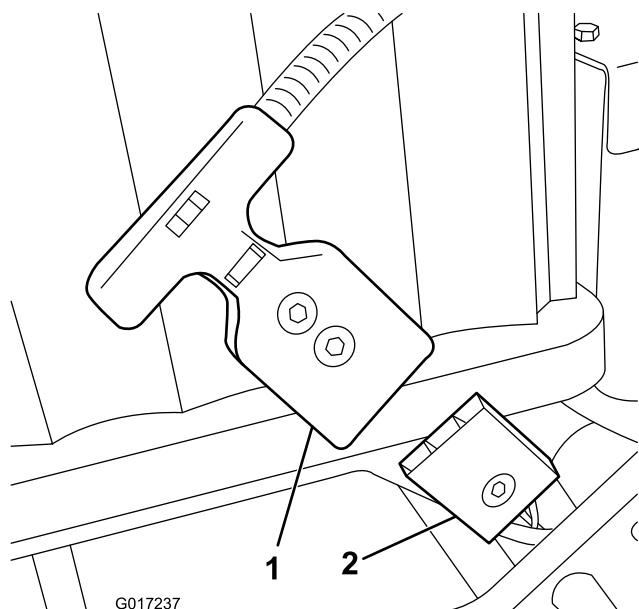

図 13
注 バッテリーパックを取り付けたままの状態ではバッテリーパックのソケットとマシンのワイヤハーネスを接続できない場合には、先にハーネスの接続を行い、それからバッテリーパックを取り付けるようにしてください。バッテリーのベースから主電源コネクタ図 13を外す。説明にしたがってバッテリーにコネクタを取り付ける。バッテリーをベースに取り付け、付いているワイヤハーネスを対応する穴に
15. メインのワイヤハーネスからのT字コネクタを、バッテリーのベース部にある主電源コネクタに接続する図 13。